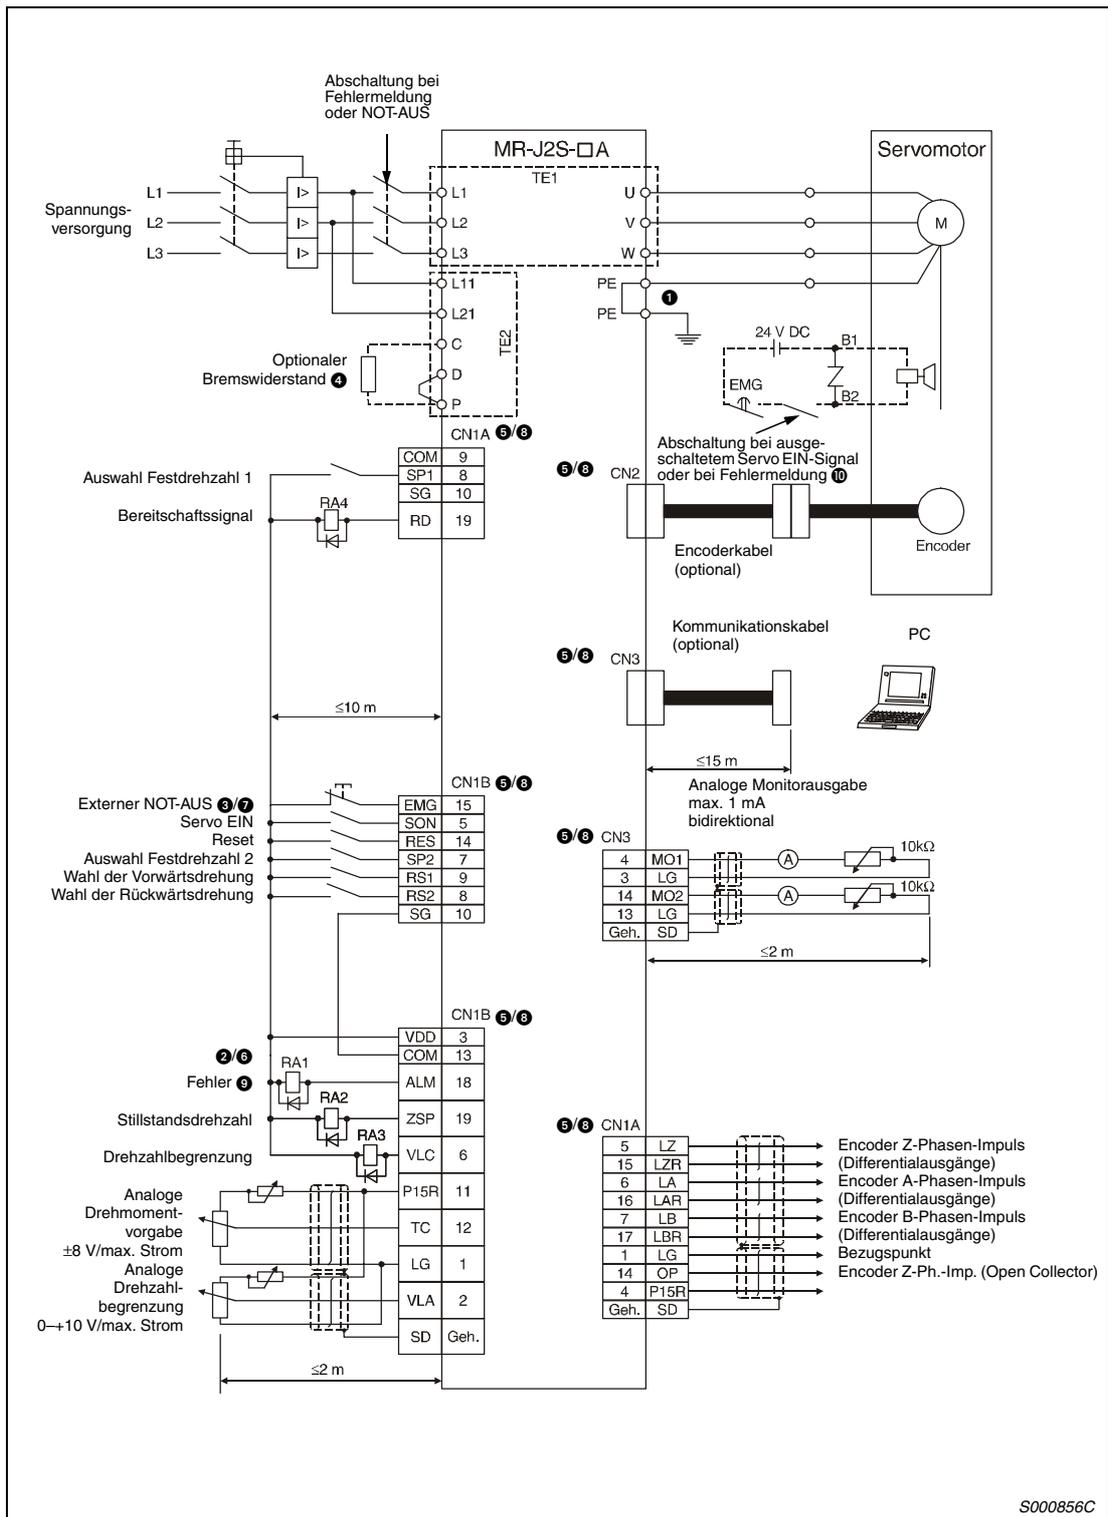
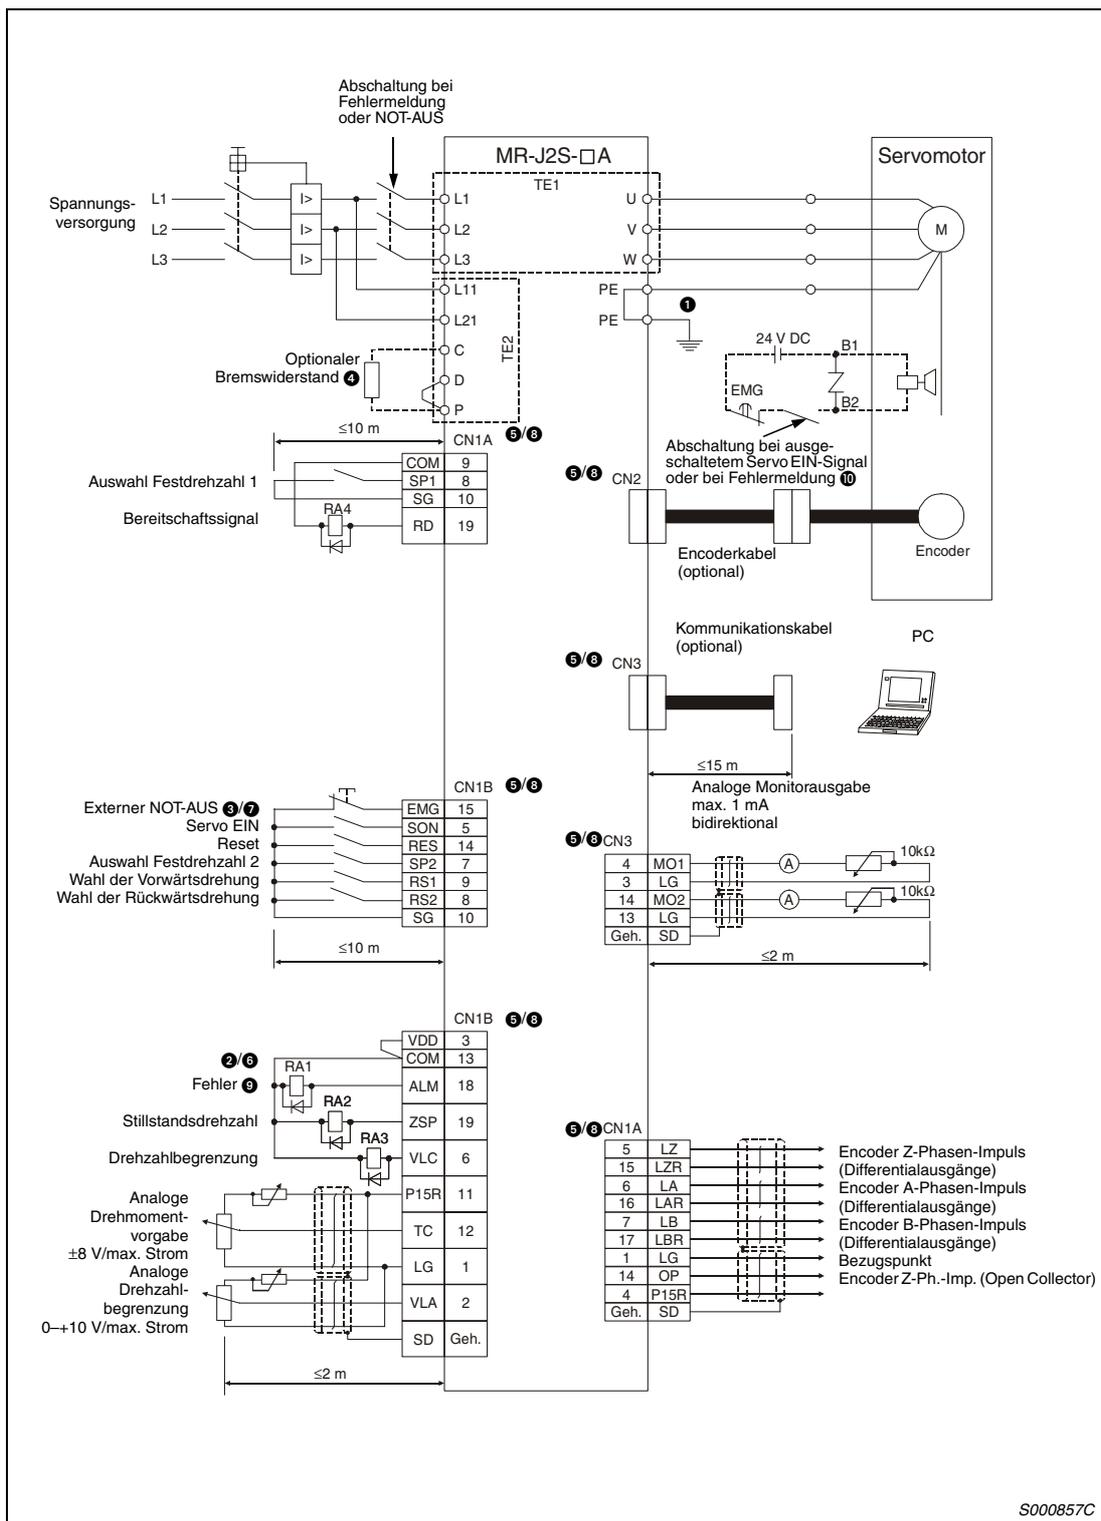

Abb. 3-47: Beispielschaltung zur Drehmomentregelung in positiver Eingangslogik/negativer Ausgangslogik
Abb. 3-48: Beispielschaltung zur Drehmomentregelung in negativer Logik
① **Achten Sie auf korrekte Erdung von Servomotor und Servoverstärker. Zur Vermeidung eines elektrischen Schlags müssen Sie die Schutzleiterklemme (PE) des Servoverstärkers, gekennzeichnet mit  $\perp$ , mit der Erdungsklemme des Schaltkastens verbinden.**
② **Achten Sie bei der Diode auf korrekten Anschluss. Ein verkehrter Anschluss der Diode führt zu fehlerhaftem Verhalten des Servoverstärkers und verhindert das Ausenden von Signalen, die wichtige Schutzeinrichtungen wie NOT-AUS oder andere steuern.**
③ **Ein NOT-AUS-Schalter muss eingesetzt werden.**
**Hinweise zu den Abb. 3-47 und Abb. 3-48**
- ④ Die gezeigte Beschaltung der Klemmen für den optionalen Bremswiderstand gilt ausschließlich für die Servoverstärker MR-J2S-350A oder kleiner. Eine genaue Beschreibung zur Beschaltung der Klemmen für andere Leistungsklassen finden Sie in Tab. 3-4.
- ⑤ Die Stecker CN1A, CN1B, CN2 und CN3 haben die gleiche Form. Eine falsche Belegung der Schnittstellen kann zum Kurzschluss und zur Zerstörung der Ein-/Ausgänge führen.
- ⑥ Der Summenstrom der externen Relais darf maximal 80 mA betragen. Übersteigt der Summenstrom diesen Wert, müssen Sie zusätzlich eine externe Spannungsversorgung vorsehen.
- ⑦ Vor der Betriebsaufnahme muss das externe NOT-AUS-Signal (EMG) eingeschaltet werden.
- ⑧ Im Servoverstärker sind Pins mit gleichem Namen miteinander verbunden.
- ⑨ Das Fehlersignal (ALM) ist, solange kein Alarm auftritt, immer eingeschaltet (Sicherheitschaltung). Wird das Signal bei einem Alarm ausgeschaltet, sollte die Sollwertausgabe der überlagerten Steuerung durch ein Unterprogramm gestoppt werden.
- ⑩ Gilt nur für Servomotoren mit elektromagnetischer Haltebremse.